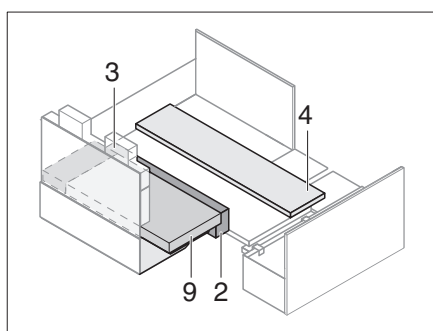

Fig. 218 Posizionamento dei cuscini aggiuntivi
- Posizionare i cuscini aggiuntivi (Fig. 218). La distanza risulta dai cuscini aggiunti.
- Applicare i cuscini dei sedili e gli allargamenti del sedile. Collocare i cuscini degli schienali (Fig. 218,9) sui cuscini aggiuntivi.